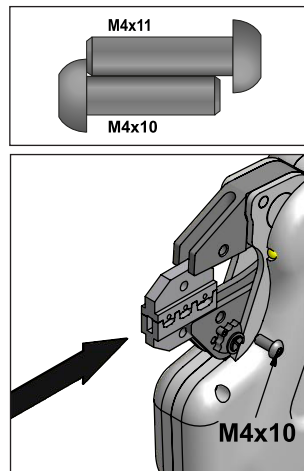

Bild 5
#### 8.1.1 Crimpeinsätze ohne weitere Positionierhilfen montieren z.B für isolierte und unisolierte Kabelverbinder, Aderendhülsen, Stoßverbinder, Koax-Verbinder, Westernstecker usw. (Bild 5, 6)
2. Den geschlossenen Crimpeinsatz, wie im Bild 5 dargestellt, soweit in die Gesenkaufnahme einschieben, bis die untere Matrize locker mit der Schraube M4x10 angeschraubt werden kann.
2. Den geschlossenen Crimpeinsatz, wie im Bild 5 dargestellt, soweit in die Gesenkaufnahme einschieben, bis die untere Matrize mit der Schraube M4x16 locker angeschraubt werden kann.